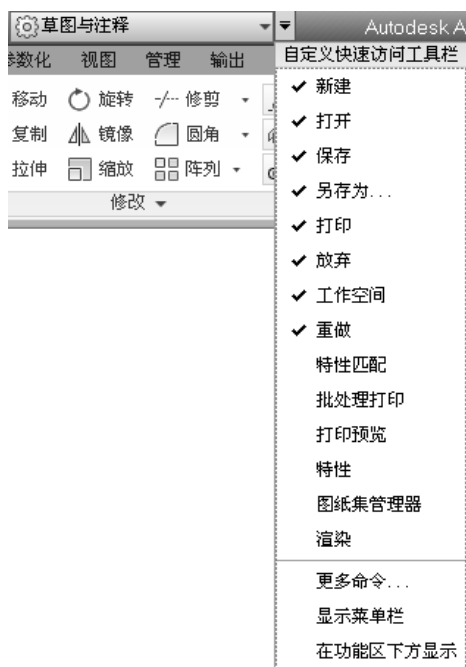

图 1-14 “快速访问”工具栏的快捷菜单
单击“快速访问”工具栏上的下三角按钮 ，弹出其快捷菜单，如图 1-14 所示，选择菜单中的相应选项即可将其添加到“快速访问”工具栏上。
(1) 显示菜单栏。单击“快速访问”工具栏上的下三角按钮 ，弹出如图 1-14 所示的快捷菜单，选择“显示菜单栏”命令，在标题栏下方显示菜单栏。